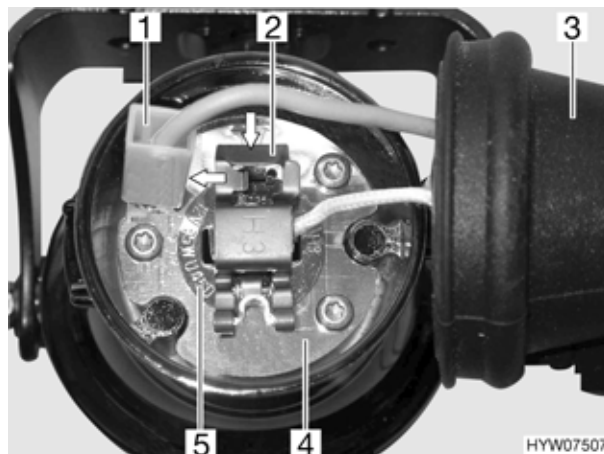

Fig. 185 Luce fendinebbia
- Afferrare dietro la luce fendinebbia e rimuovere il copripolvere di gomma (Fig. 185,3) dall'alloggiamento (Fig. 185,4).
- Togliere il cavo negativo (Fig. 185,1) dall'involucro.
- Premere la graffa di supporto (Fig. 185,2) per sganciarla e spingerla di lato.
- Estrarre dall'involucro la lampada ad incandescenza (Fig. 185,5) con il cavo.